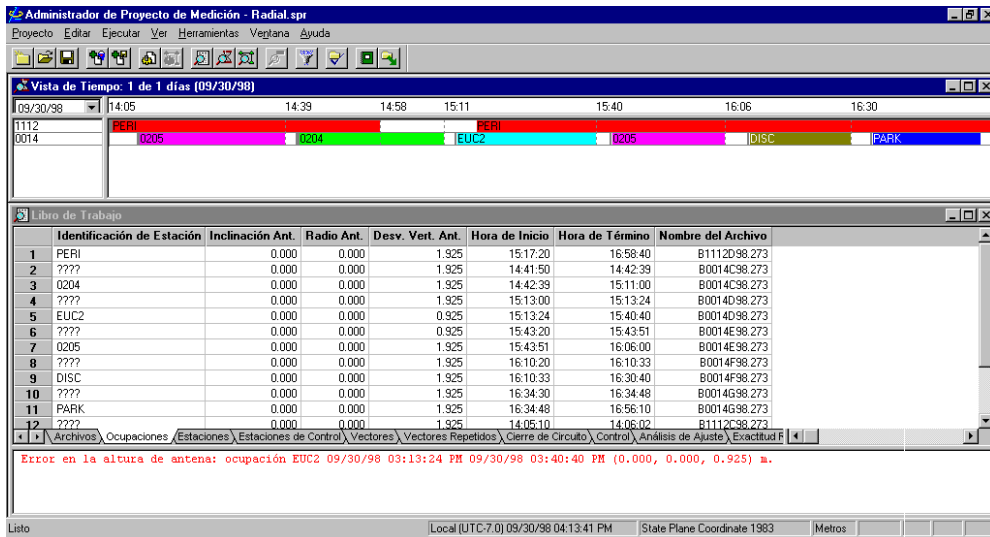

Figura 14.1. Proyecto Radial
3. Después de importar los datos, Vista de Tiempo y Libro de Trabajo aparecerán aproximadamente como en Figura 14.1.